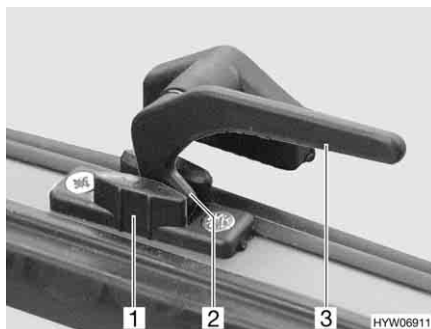

Fig. 47 Leva di serraggio in posizione "Aerazione continua"
- In posizione di "Aerazione continua" (Fig. 47)
- Ruotare la leva di serraggio (Fig. 47,3) di un quarto di giro verso il centro della finestra.
- Girare nuovamente all'indietro la leva di serraggio. Riportare contemporaneamente il nasello di chiusura (Fig. 47,2) nella rientranza della chiusura della finestra (Fig. 47,1).